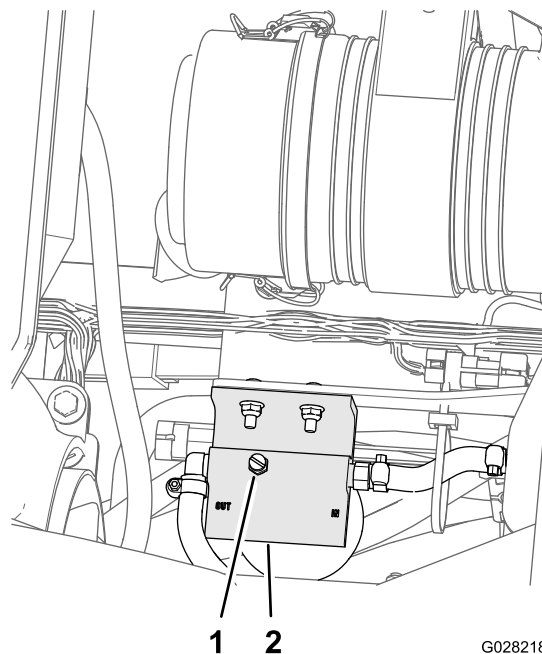

图54
5. 松开燃油/水分分离器顶部的排气塞（图54）
- 拧紧排气塞（图54），然后将点火钥匙开关转至“关闭”位置。